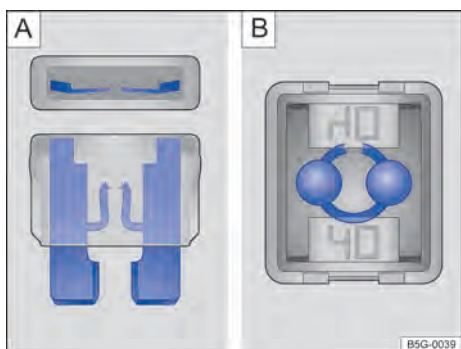

Fig. 206 Fusível queimado: **A**) fusível plano, **B**) fusível de bloqueio.
- Um *fusível plano* (ATO®, MINI®) queimado é reconhecido de cima ou de lado pela carcaça transparente nas faixas metálicas derretidas → Fig. 206 [A].
- Um *fusível de bloqueio* (JCASE®) queimado é reconhecido pelas faixas metálicas derretidas por cima da carcaça transparente → Fig. 206 [B].